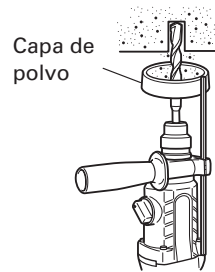
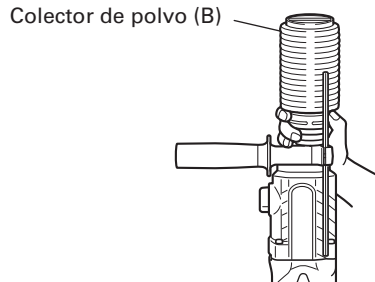

Fig. 4
Fig. 5
7. Cuando instale la copa de polvo o el lector de polvo (B) (Accesorios facultativos)(Fig. 4, Fig. 5)
Emplee la copa de polvo instalando la broca como se muestra en la Fig. 4.
- Instalación del colector de polvo (B)
Para emplear el colector de polvo (B), Insértelo desde la punta de la broca alineándolo con la ranura de la empuñadura. (Fig. 5)